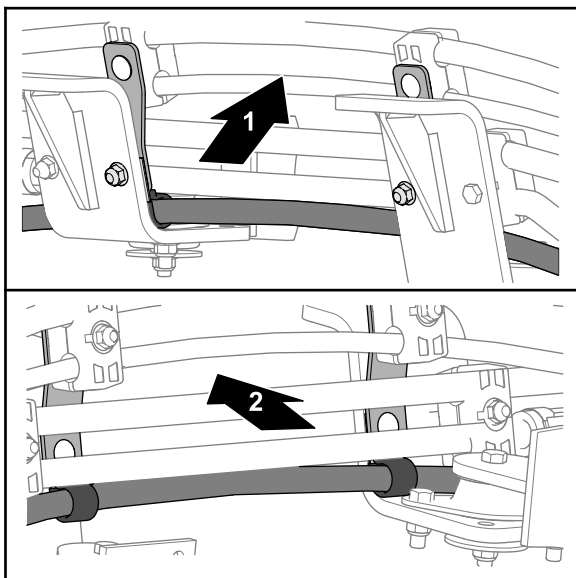

Bild 129
4. Befestigen Sie die Befestigungsplatten der Schlauchklemmen und die P-Klemmen mit den zwei Schlossschrauben (5/16" x 1") und zwei Sicherungsbundmuttern (5/16") an den Motorhalterungen (Bild 128 und Bild 129).